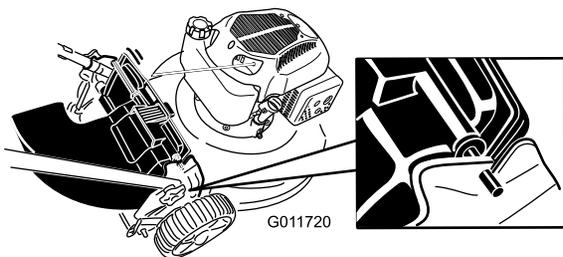

Figura 18
4. Introduza a barra do deflector de descarga traseira nos entalhes no cortador (Figura 18).